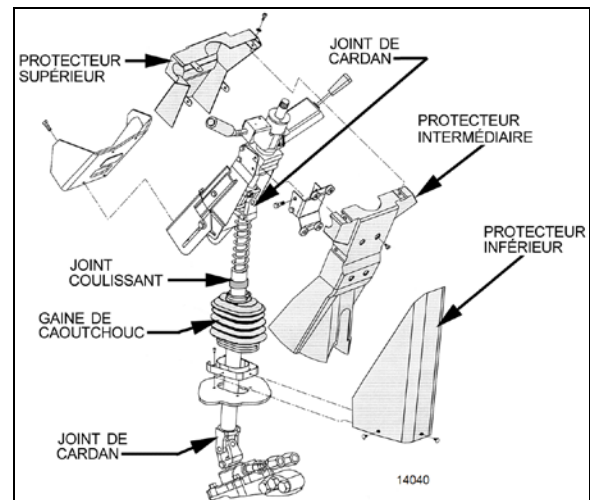

FIGURE 10 : COUVERCLES DE COLONNE DE DIRECTION
1. Depuis la zone du compartiment du conducteur avant, enlever les trois fixations de plastique du couvercle inférieur de colonne de direction. Enlever le couvercle inférieur (Figure 10).